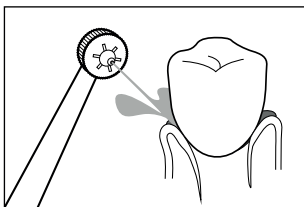
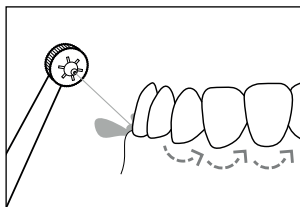

Fig. 8
Fig. 9
- ◆ Per pulire dirigere il getto d'acqua sugli spazi interdentali e sui bordi dei denti. Sostenere la testina **2** in modo che il getto d'acqua possa lavare via i resti di cibo dalle gengive (vedere fig. 8). Spostare lentamente la testina **2** lungo i bordi e da un interstizio all'altro (vedere fig. 9). Pulire in questo modo tutti lati interni ed esterni dei denti.